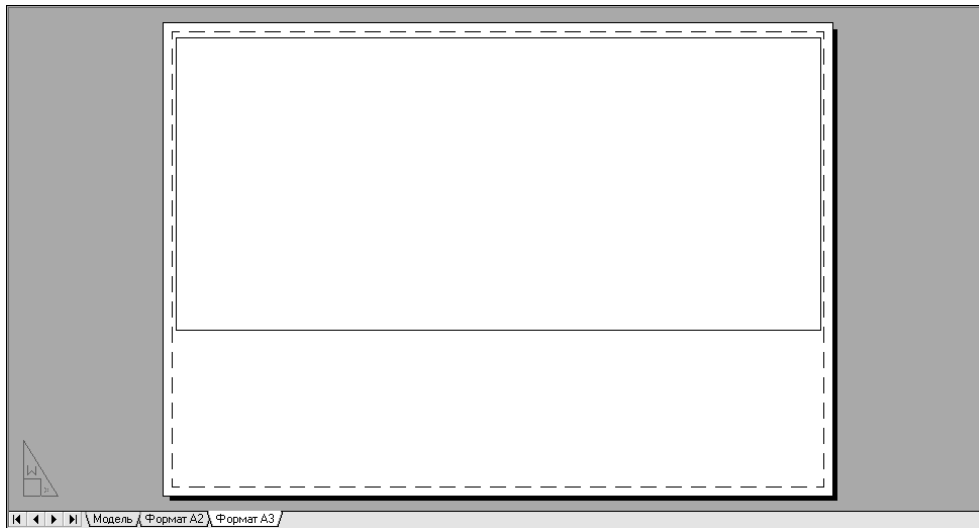

Рис. 13.21 ▼ Определение границ прямоугольной области для размещения видовых экранов на листе компоновки **Формат А3**
11. Предпоследнее окно мастера **Создание листа** (Create Layout) предназначено для выбора точки размещения двух видовых экранов, определенных на предыдущем шаге, на листе компоновки. Щелкните на кнопке **Положение** (Select Location). AutoCAD закроет окно мастера, создаст новый лист компоновки **Формат A3** соответствующего формата и ориентации, а затем предложит в командном окне выбрать первый угол прямоугольной области, в которой должны быть размещены оба видовых экрана. Создайте область, занимающую примерно 2/3 верхней части печатного листа (рис. 13.21).
12. Как только вы щелкните мышью в точке, которая будет соответствовать правому нижнему углу показанной на рис. 13.21 прямоугольной области, AutoCAD автоматически вернется к мастеру **Создание листа** (Create Layout) и откроет последнее окно этого мастера. Поскольку никаких параметров в этом окне нет, просто щелкните на кнопке **Готово** (Finish) для завершения работы мастера. На созданном листе компоновки Фор-